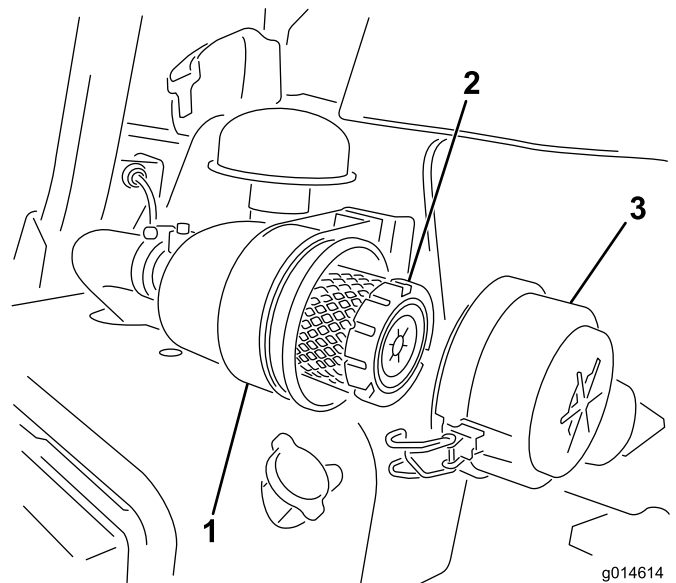

図 46
1. エアクリーナのカバーをボディーに固定しているラッチを外す (図 46)。
6. ラッチをしっかりと掛ける（図 46）。